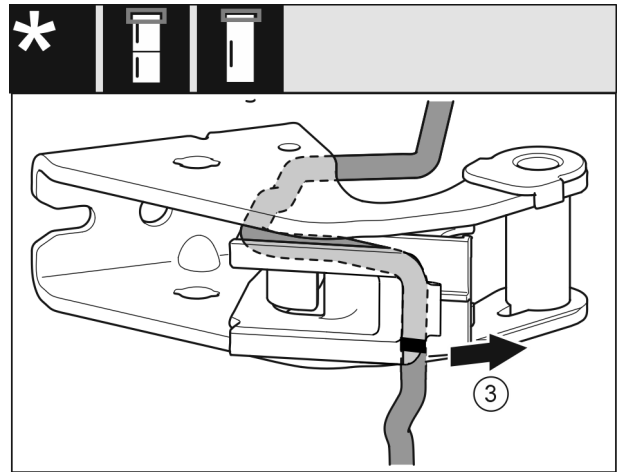

Fig. 25
- ▶ Демонтувати кабель з тримачем кабелю з опорного кронштейну. Fig. 25 (3)